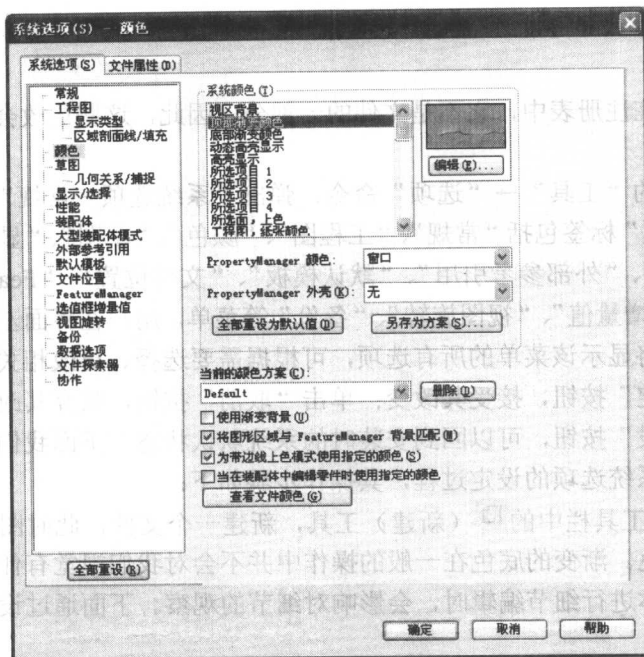

图 1-2 “系统选项 - 颜色”对话框
(1) 单击标准工具栏中的 (新建) 工具，新建一个文件，此时图形区域的背景为系统默认的蓝灰渐变色。渐变的底色在一般的操作中并不会对我们视觉有什么影响，但当我们在对一些复杂的实体进行细节编辑时，会影响对细节的观察。下面通过设定系统选项来改变图形区域的背景色。
(2) 单击菜单栏中的“工具”→“选项”命令，弹出“系统选项 - 常规”对话框。在界面左侧的清单中选择“颜色”菜单，系统弹出如图 1-2 所示的“系统选项 - 颜色”对话框。